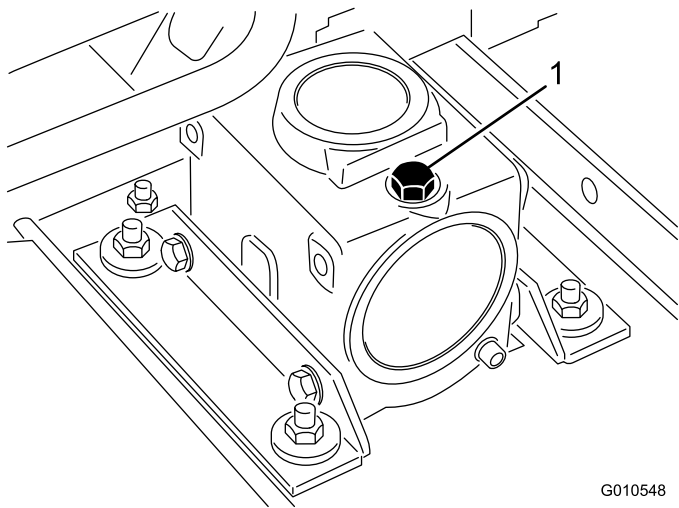

Рисунок 17
2. Извлеките щуп/снимите пробку заливной горловины в верхней части редуктора (Рисунок 17) и убедитесь в том, что уровень масла находится между отметками на щупе. Если уровень масла низкий, долейте такое количество масла, чтобы его уровень располагался между отметками.